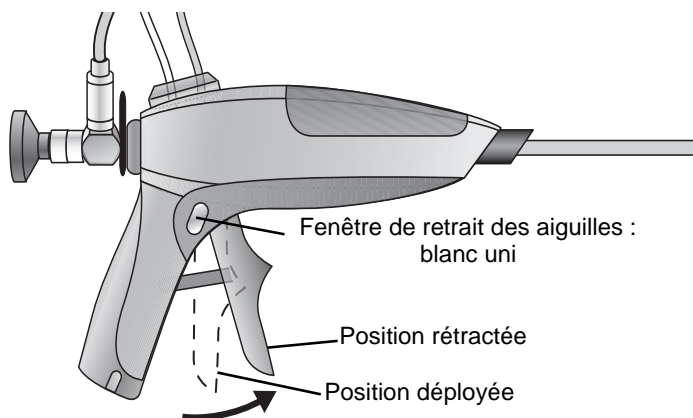
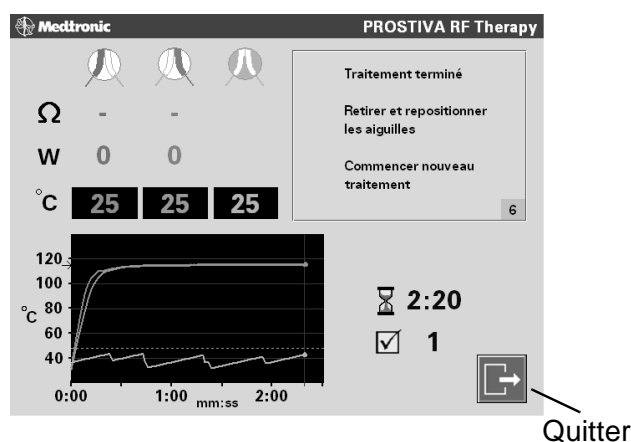
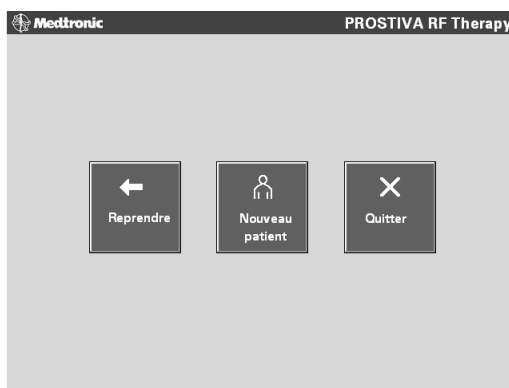

Figure 4-13. Rétraction complète du mécanisme de déclenchement
Figure 4-14. Confirmation du message "Traitement terminé" sur l'affichage de l'écran de thérapie
Figure 4-15. Confirmation du message "Nouveau patient" sur l'écran
13. À la fin du traitement, confirmer l'apparition du message "Traitement terminé" sur l'affichage de l'écran (Figure 4-14), puis rétracter entièrement le mécanisme de déclenchement de la poignée de traitement (Figure 4-13).
16. Appuyer sur le bouton à icône "Quitter" (Figure 4-14) pour accéder à la fenêtre "Nouveau patient" sur l'écran (Figure 4-15).